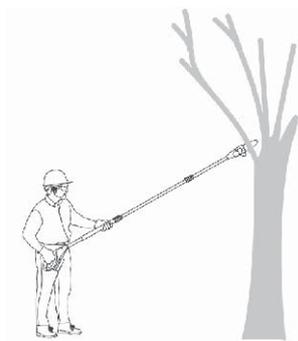

Fig. 22a
- Toujours tenir fermement le produit avec les deux mains sur la surface de préhension et la surface de la poignée (A17). Ne jamais faire fonctionner le produit avec une seule main. (voir Fig. 22a).